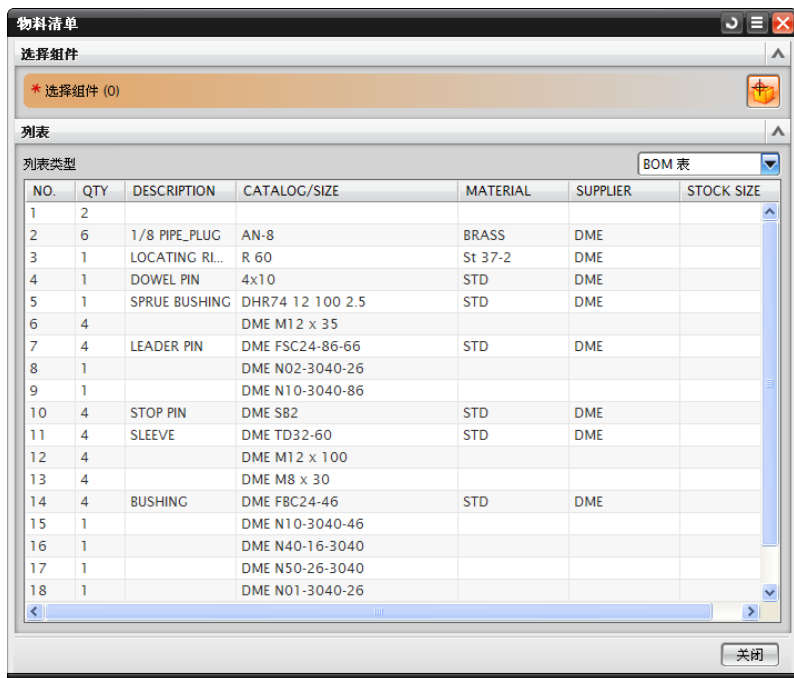

图 9-110 物料清单
(1) 单击 MoldWizard 工具栏中【物料清单】按钮, 打开【物料清单】对话框, 如图 9-110 所示。
(2) 可以对打开的物料清单进行适当的编辑和添加所需要的组件, 保存备用。